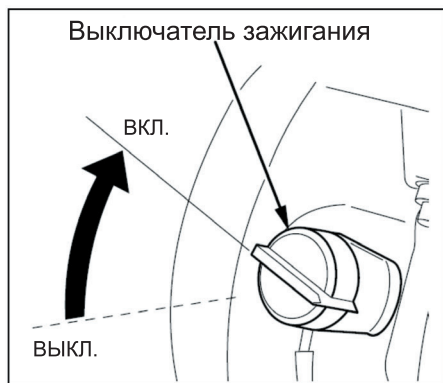

Рис. 22
3. Переведите выключатель зажигания (рис. 22) в положение ON (ВКЛЮЧЕНО).